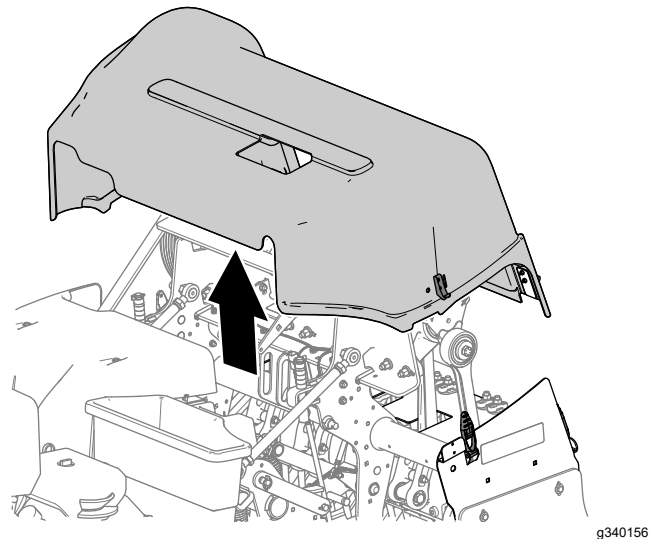

Figura 140
5. Levante la cubierta del cabezal de perforación de la máquina (Figura 140).